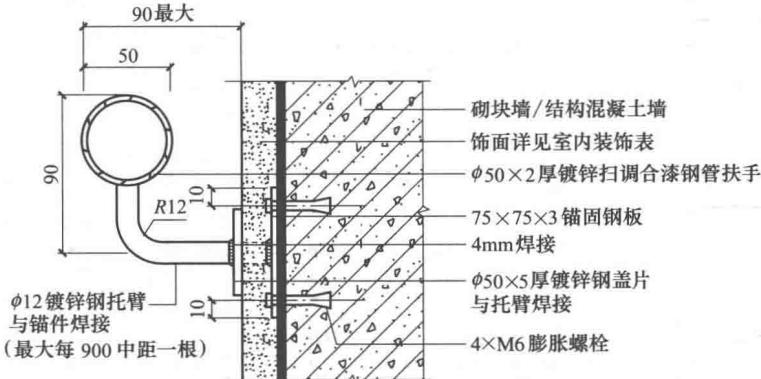

图1.6 建筑大样图示例
(5) 建筑大样图(简称详图) 主要用以表达建筑物的细部构造、节点连接形式以及构件、配件的形状大小、材料、做法等。详图要用较大比例绘制(如1:20、1:5等),尺寸标注要准确齐全,文字说明要详细。如图1.6所示为某建筑详图。